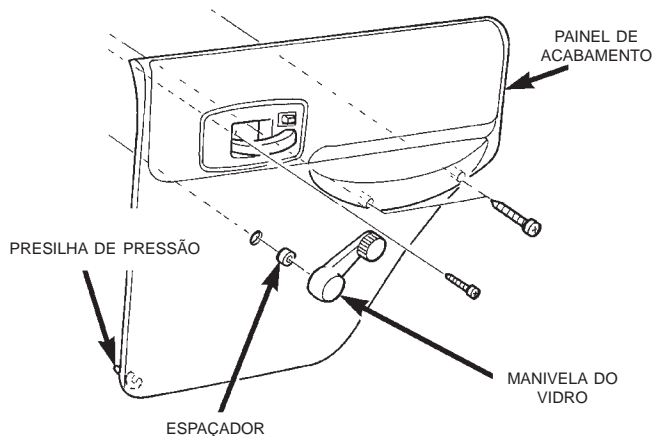
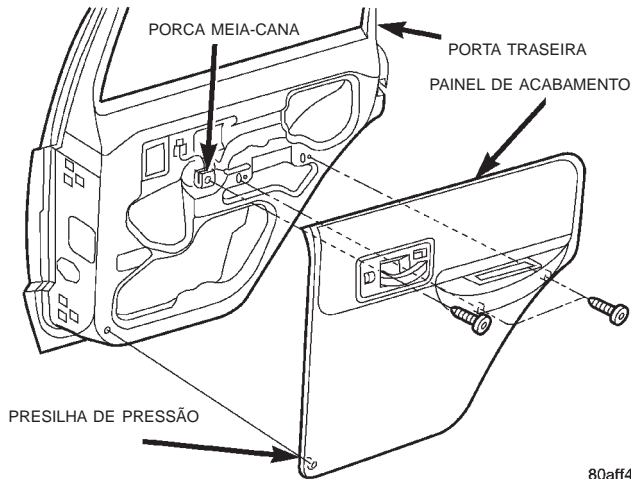

Fig. 49 Painel de Acabamento da Porta Traseira—Vidro Manual
Fig. 50 Painel de Acabamento da Porta Traseira—Vidro Elétrico
- (3) Remova os parafusos que prendem o painel de acabamento ao painel interno da porta (Fig. 49) e (Fig. 50).